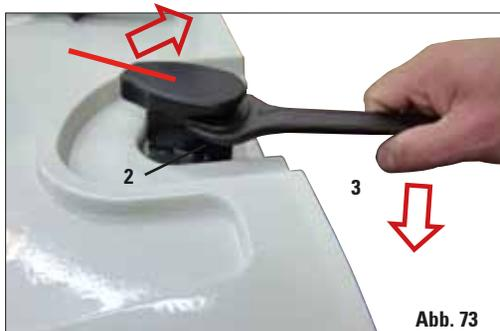

Abb. 73
- Den Einmaulschlüssel unterhalb der Retortenverriegelung ansetzen (Abb. 73, 2).
- Die Retortenverriegelung mit Hilfe des Einmaulschlüssels weiter im Uhrzeigersinn drehen (Abb. 73, 3) und den Anschlag überwinden (der Haltestift bricht an der Sollbruchstelle).